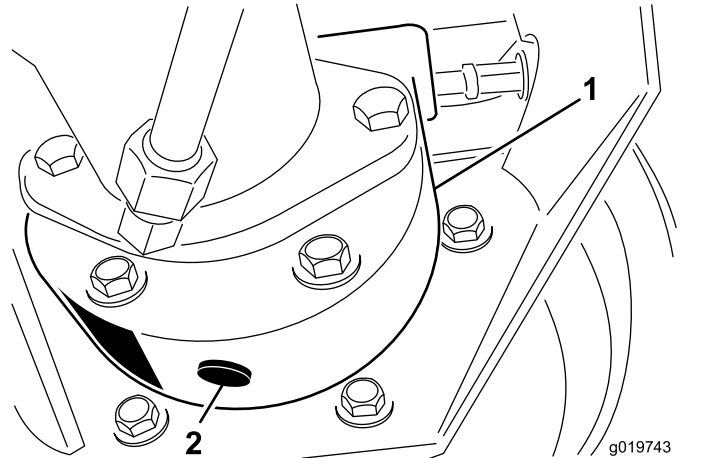

Figura 73
3. Coloque un recipiente debajo del alojamiento del freno, retire el tapón y deje que se drene el aceite (Figura 73).